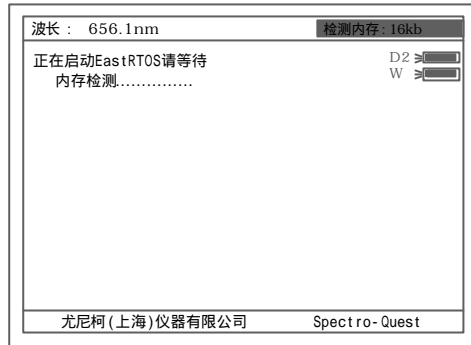

图 4
**注意:**1. 上电后,仪器会自动自检并初始化.首先检查内存 (图 4), 按任意键可跳过这一步, 待初始化完成后, 仪器将预热 15 分钟, (图 5), 15 分钟到或按【ESC/STOP】跳过到图 5A, 屏幕最底行会显示: 查找特征波长?否 (图 5), 选“是”查找特征峰(图 6), 选“否”跳过.,在测过暗电流后, 三声鸣叫, 进入主显示界面 (图 7);